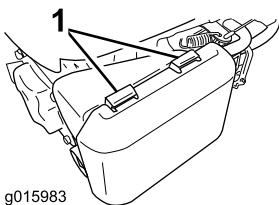

Рисунок 24
- Нажмите на язычки защелок, расположенные наверху крышки воздухоочистителя (Рисунок 24).